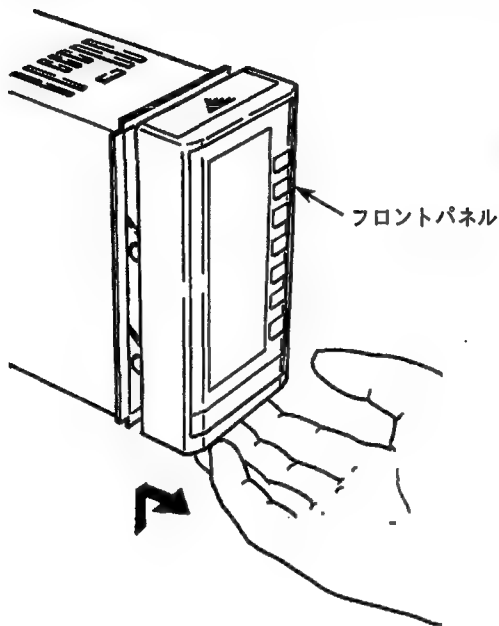

図4.2 スイングアップ1
- ①フロントパネル下部中央を押し(押した状態でロックが外れます)ながら、手前に引きます(図4.2参照)。軽い抵抗感があり、止まります。